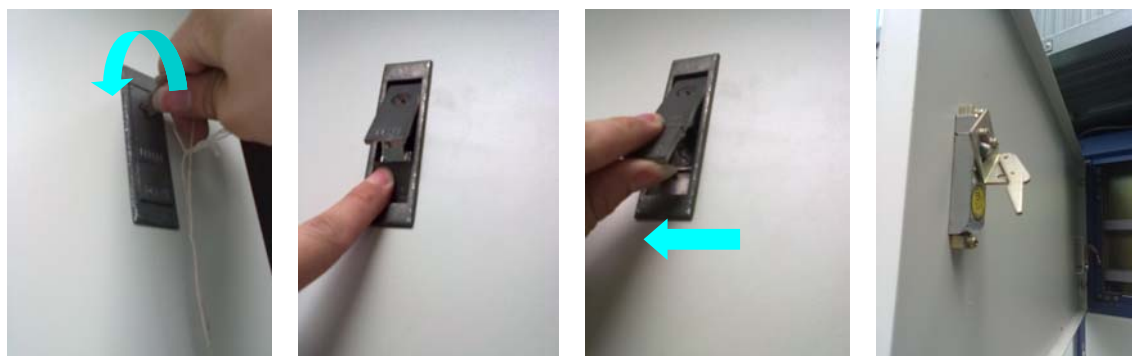

图 22 开仪表门
- 开仪表门: 用钥匙解开其门把锁操作的限制, 按一下左边门把的按钮, 握紧弹出的手把向顺时针方向小角度转动, 打开仪表门。(如图 22)